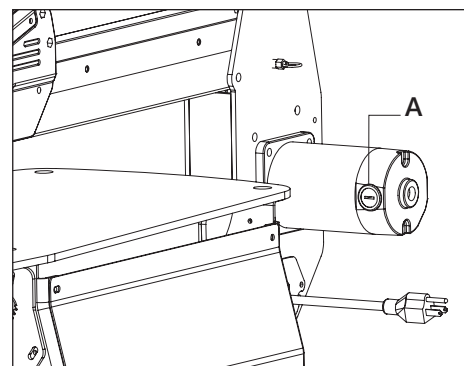

Рисунок 18.
- ослабьте крепление щёткодержателя **A** (рис. 18) и осторожно выньте щётки из двигателя; запомните, в какой ориентации были вставлены старые щетки, замените щётки, если поджимная пружина повреждена;